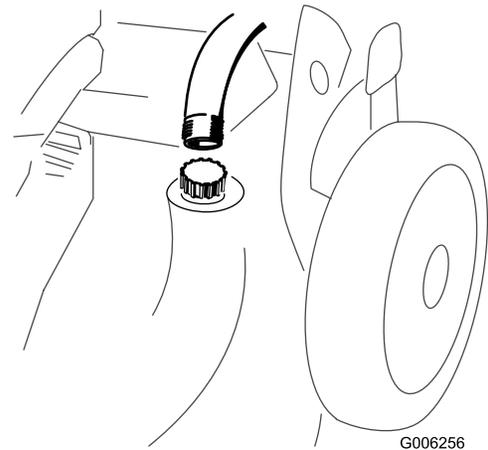

Bild 36
- Befestigen Sie einen Gartenschlauch, der an einen Wasserhahn angeschlossen ist, am Wasseranschluss am Rasenmähergehäuse (Bild 36).